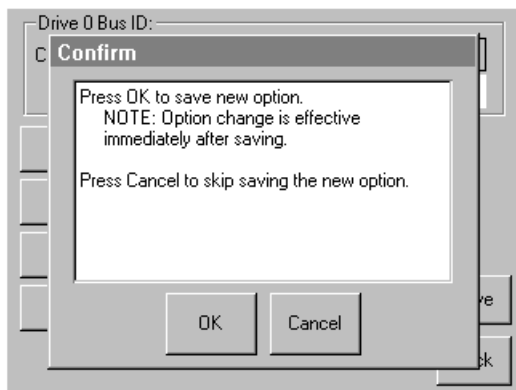

Figure 22 Écran de confirmation d'ID SCSI
- c. Touchez l'option **Save** (Enregistrer) pour confirmer votre demande. Un écran de confirmation s'affiche (reportez-vous à la Figure 22).